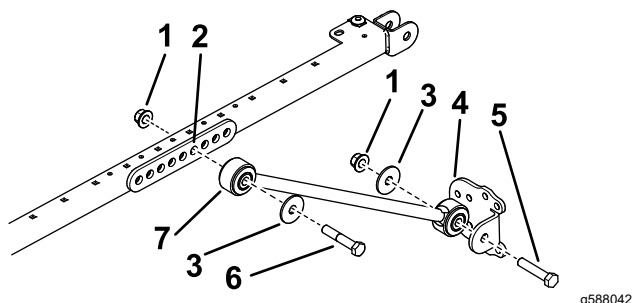

Рисунок 48
5. С каждой стороны рамы солнцезащитного навеса прикрепите, не затягивая, удлинительное звено к четвертому отверстию кронштейна подпорки с помощью 2 болтов ($\frac{1}{2}$ x $2\frac{3}{4}$ дюйма) и 2 фланцевых гаек ($\frac{1}{2}$ дюйма), как показано на рис. Рисунок 48.
6. Прикрепите, не затягивая, кронштейн подпорки к каждой подпорке с помощью болта ($\frac{1}{2}$ x $2\frac{1}{2}$ дюйма), шайбы ($\frac{1}{2}$ дюйма) и фланцевой гайки ($\frac{1}{2}$ дюйма), как показано на Рисунок 48.